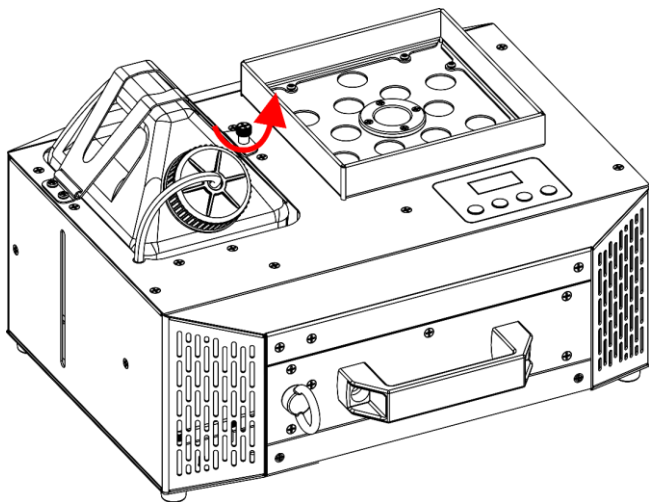

Abb. 28
- 02) Lösen Sie die **Sicherungsschraube für die Tankhalterung (04)**, wie in Abb. 28 gezeigt.